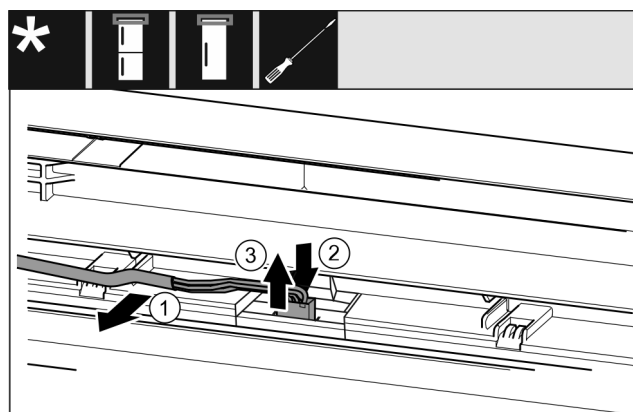

Fig. 22 制冷/冷冻组合/冰柜/冰箱*
- ▶ 将电缆 Fig. 22 (1) 小心地从门内的导向装置上松开。*
- ▶ 向后按住插头后方的接片 Fig. 22 (2)。*
- ▶ 小心地向上拉出插头 Fig. 22 (3)。*